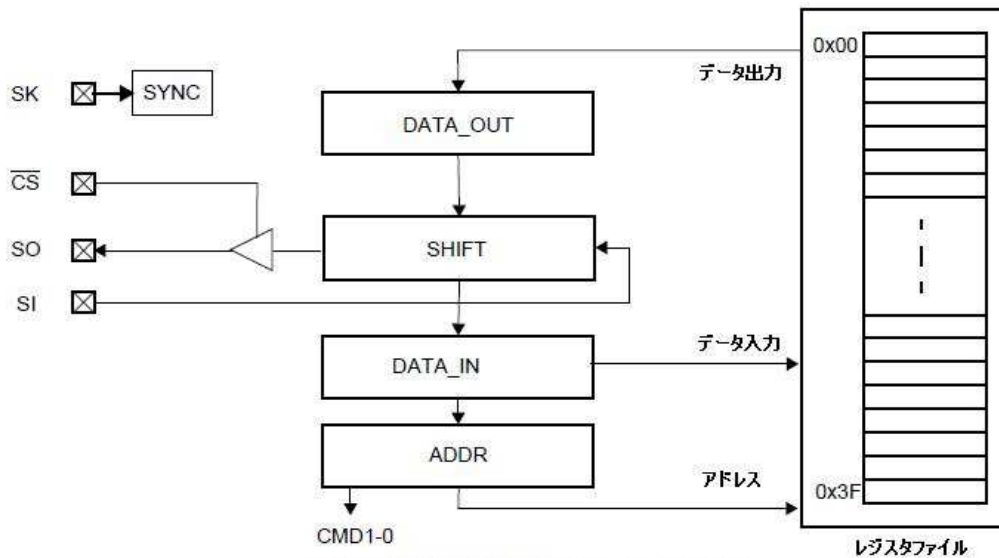

図14. MICROWIRE/PLUS インターフェースブロック図
MICROWIRE/PLUSインターフェースでは、デバイスがシリアルインターフェース経由でCPUまたはマイクロコントローラ周辺として機能することを可能にする。このモードはMODE 1端子をハイにし、MODE 0端子をローすることで選択される。MICROWIRE/PLUSモードは、図14に示すようにチップセレクト (*CS)、シリアルクロック (SK)、シリアルデータ入力 (SI)、シリアルデータ出力 (SO) の各端子を使用する。